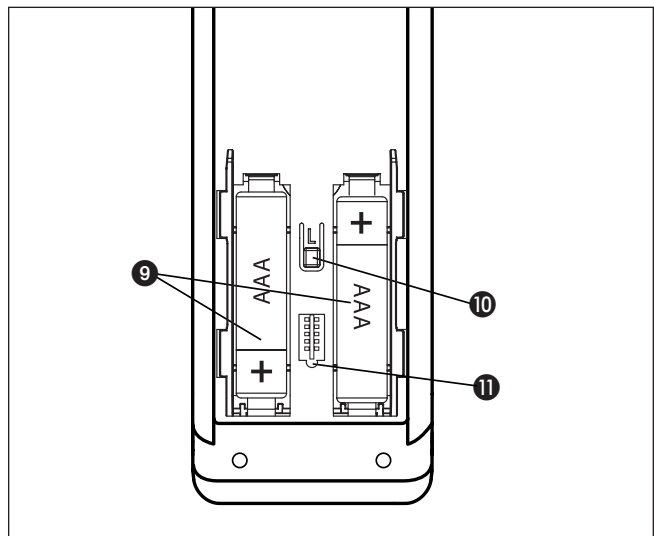

Abb. 3 Rückseite des WMS Handsenders plus
- Zum Austausch der Batterien (Typ AAA, IEC LR03, "Micro") öffnen Sie das Batteriefach (Abb. 3 auf Seite 2), legen Sie neue Batterien ein. Achten Sie hierbei auf richtige Polarität: Plus (+) und Minus (-) Pol der Batterien müssen mit den Markierungen im Batteriefach übereinstimmen.